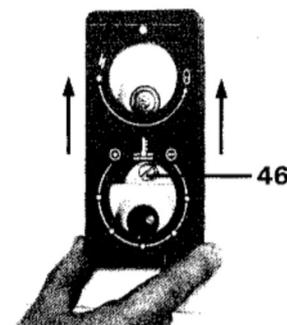

Fig. 11
- Retirer le bouton de commande du gaz (10) et celui du sélecteur de température (12).
- Enlever le cache-bouton (fig. 11).
- Dévisser les deux vis supérieures et inférieures (45), la vis de façade (46) (fig. 11) et enlever la façade.